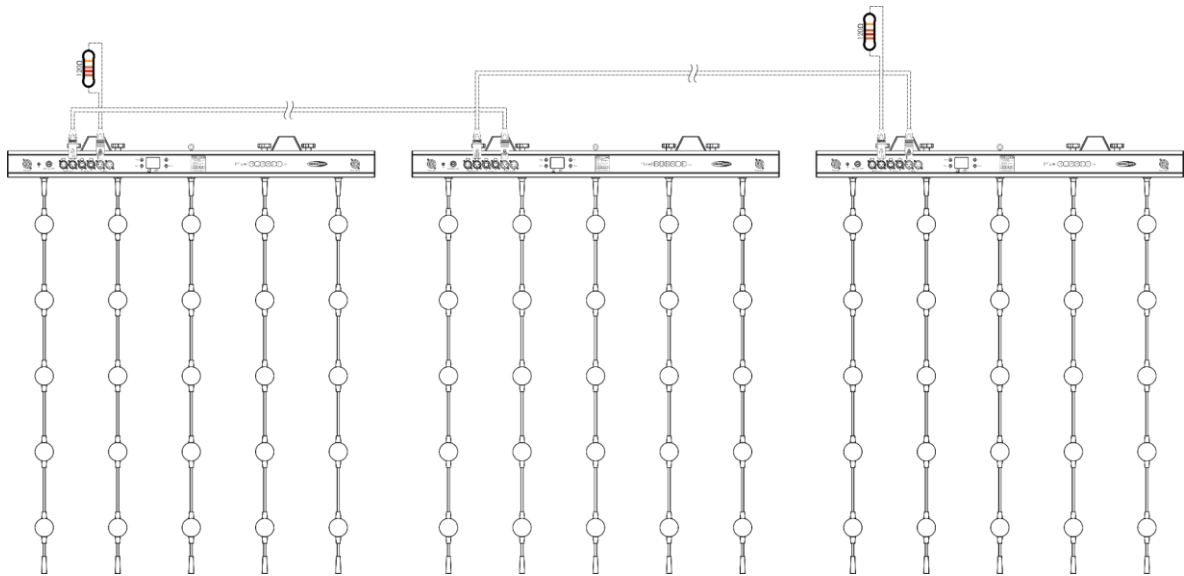

Abb. 07
- 02) Verbinden Sie die gewünschte Anzahl an Geräten auf diese Weise, wie in Abb. 07 gezeigt.